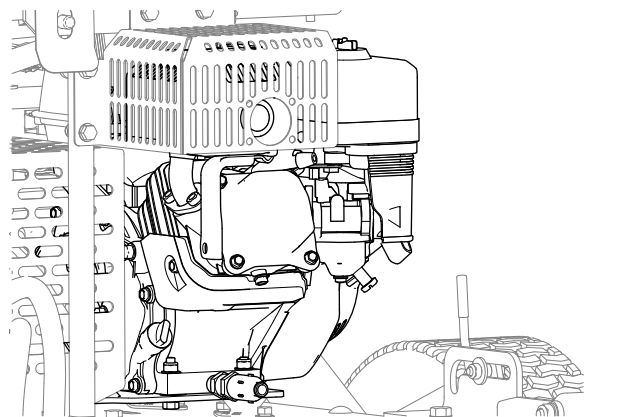

**Figura 40**
3. Pulite l'area attorno al motore idraulico da sporco e detriti (Figura 40).